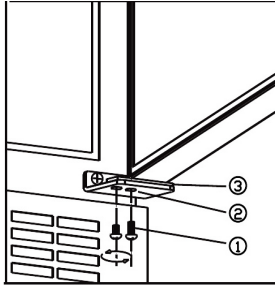

Abb. 8.1
- Die Schrauben abmontieren (1) TÜR UNTERSTÜTZEN! Siehe Abb. 8.1